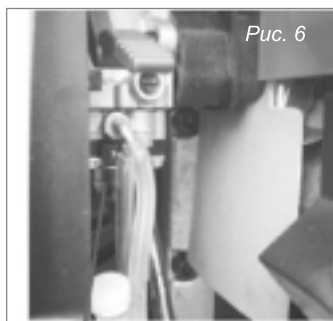

Рис. 7
5. Нажмите одновременно на рычаг газа 1 и предохранительный рычаг 4 так, чтобы рычаг газа прошел примерно 1/2 своего хода и заблокируйте его нажав на фиксатор 2. (Рис. 7)
8. После запуска переведите двигатель в режим холостого хода. Для этого нажмите на рычаг газа 1 (Рис. 7) и отпустите его. Фиксатор 2 (Рис. 7) при этом освободит от блокировки рычаг газа, рычаг газа встанет в положение холостого хода. Прогрейте двигатель на холостых оборотах в течение около 30-60 секунд.